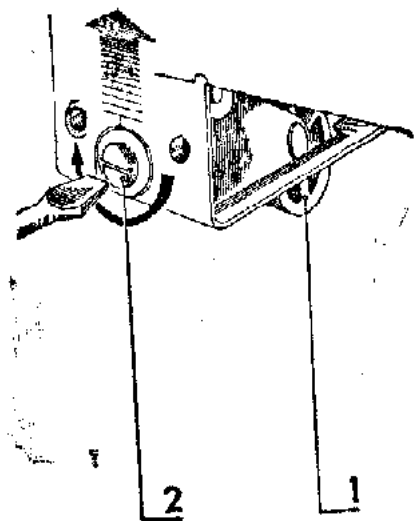

Рис. 4. Передняя опора холодильника;
6.3. При помощи винтов 2 (рис. 4) отрегулировать уровень холодильника.